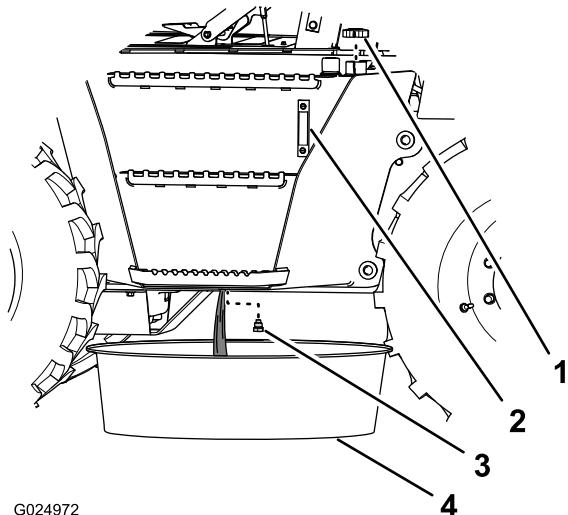

Рисунок 108
- Установите сливной поддон с минимальной емкостью 190 л (50 кварты США) под пробку слива гидравлической жидкости из бака (Рисунок 108).
- Снимите сливную пробку с бака гидросистемы (расположенную под баком) и слейте жидкость из бака (Рисунок 108).
- Установите сливную пробку (Рисунок 108).